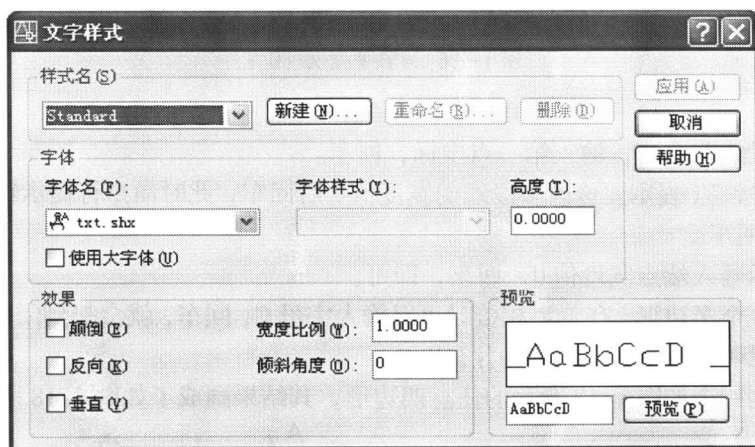

图 1-19 “文字样式”对话框
(1) 对“文字样式”进行设置。
①调用“格式”下拉菜单的“文字样式”命令, 打开“文字样式”对话框, 如图 1-19 所示。